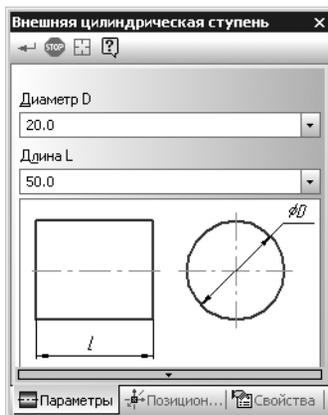

Рис. 11.5.
1. Раскройте на панели свойств **Внешняя цилиндрическая ступень** вкладку **Параметры** (рис. 11.5).